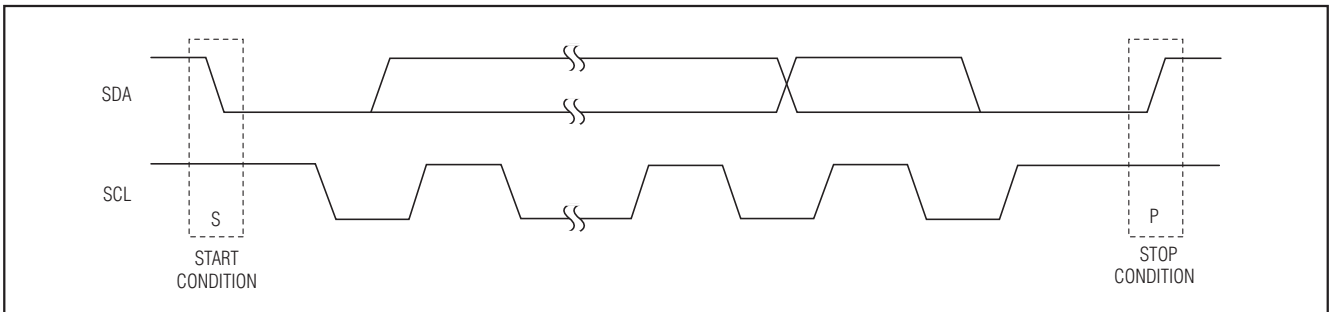

图2. START和STOP条件
每次传输由主机发出START (S)条件(图2)，然后发送MAX7359的7位从地址和R/W位，一个寄存器地址字节，1个或多个数据字节，最后是STOP (P)条件。